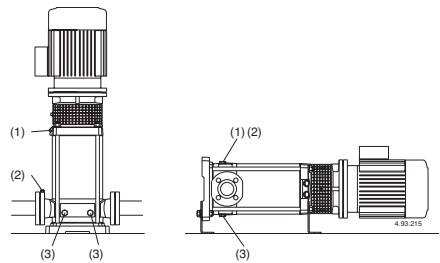
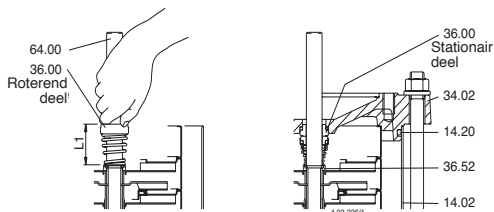

Fig.4 (1) Vullen ontluuchtingsplug
Fig. 5 Montage van de mechanical seal
Wanneer de pomp boven het vloeistofniveau geplaatst is (zuigsituatie, **fig. 3A**) of in een situatie waar de toelooptdruk te laag is (minder dan 1 m) om de terugslagklep te openen, vul de zuigleiding en de pomp door de vulopening (**fig. 4**).
Sluit de ontluuchtingvoor (**fig. 4**) voor MXV-B, MXV(L) 25-32-40 en MXV(L)4 25-32-40 Sluit de naaldschroef (14.07) in de aftapplug (14.12) (**fig. 4b**) en sluit de ontluuchting (14.04).
Wanneer zuigverliezen optreden (onderbreken van flow ondanks geopende afsluiters) of drukschommelingen weergegeven op de manometers, controleer of alle leidingverbindingen luchtdicht zijn en controleer of de naaldschroef van de ontluuchting gesloten is (**fig. 4**).
Of, na het legen, reinigen door schoon water (minimaal 40 liter) in het vulgat (1) te gieten aan de afvoerkant en het weer uit het afvoergat (3) aan de aspiratiekant (fig. 4) te laten lopen.
Voorafgaand aan demontage, sluit de afsluiters in zuig- en persleiding en tap het pomphuis af (fig. 4). Alvorens over te gaan tot demontage en montage, raadpleeg de doorsnedetekening (paragraaf 14.) en fig. 5, 6.
5. Verwijder de schroeven (61.07) en de lantaarnhouder (32.00), met ondersteuning (66.00) en koppeling (64.22) uit het bovenste deksel (34.02) en uit de as (64.00) (fig. 5).
Druk het roterende deel tot aan de steuning (35.52) over de as (64.00) zonder de veer in te drukken. Controleer de lengte voor en na plaatsing en licht het roterende deel op tot de juist aanvanghoogte (L1 in fig. 5).